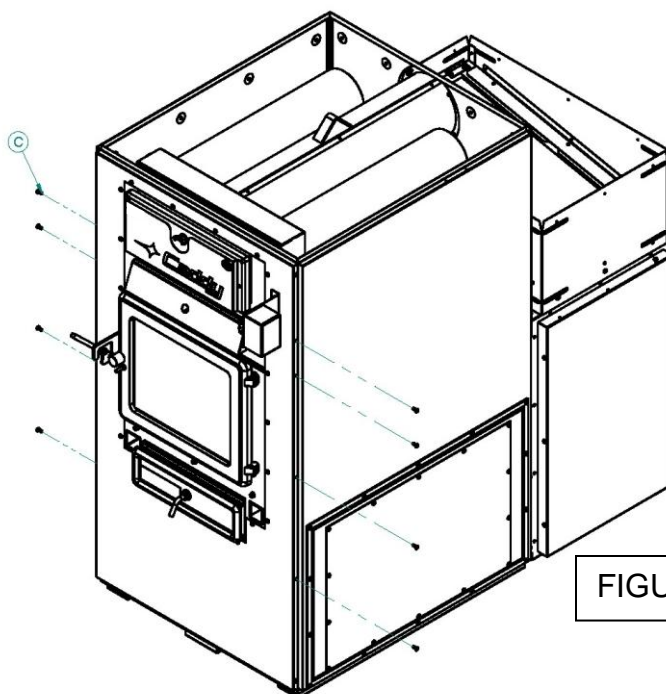

FIGURE 3
**Étape 3 :** Dévissez les huit (PF01010) ou six (PF01000 ou PF01200) vis (C), selon le modèle de fournaise, tel qu'illustré sur la figure 3. Gardez ces vis pour une étape ultérieure.